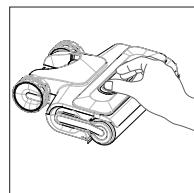

Abb. 13 – Abdeckung entfernen
- ▶ Nehmen Sie die Abdeckung der Mikrofaserrolle ab, indem Sie die beiden Entriegelungstasten auf der Oberseite zusammendrücken und die Abdeckung nach oben abziehen (**siehe Abb. 13**).